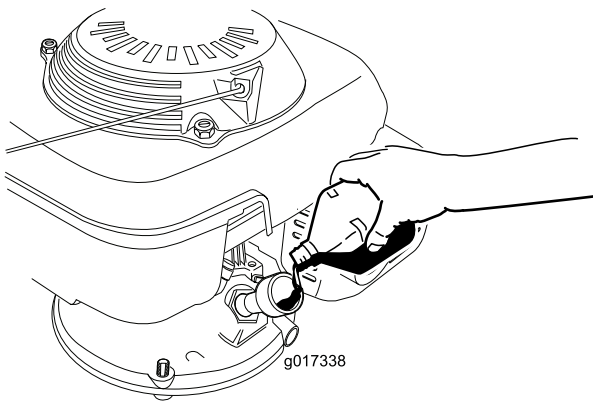

Figura 8
- Lentamente**, vierta aceite en el tapón de llenado de aceite, espere 3 minutos y compruebe el nivel de aceite en la varilla, limpiando la varilla e insertándola **sin enroscar** en el orificio (**Figura 8**).